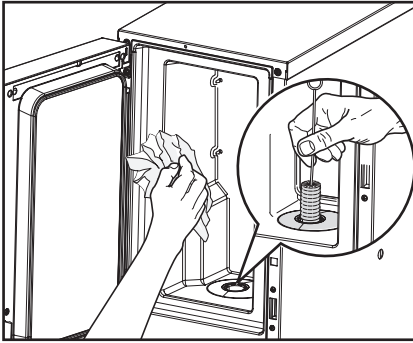

Fig. 25
4. Nettoyez l'intérieur du bac réfrigérant (fig. 25):